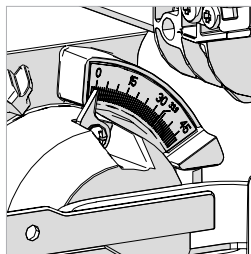

Fig. 47
- Incline la cabeza de corte en el ángulo requerido. Se proporciona una escala de ángulos como ayuda para el ajuste. (**Fig. 47**)